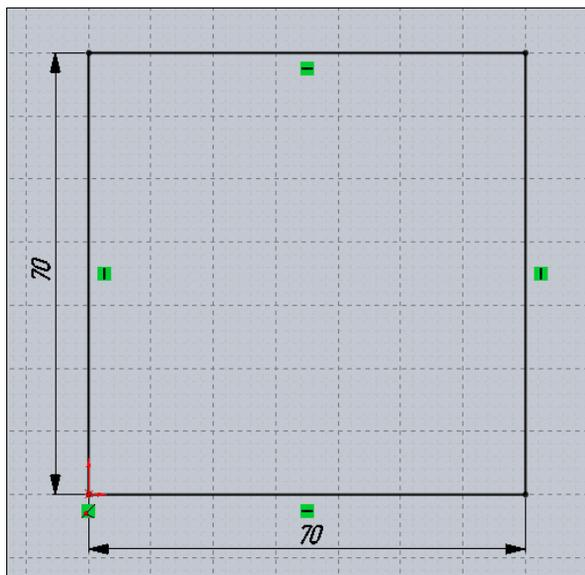

Рис. 5.30
1. Откройте новую деталь в режиме рисования эскизов и постройте эскиз, показанный на рис. 5.30.